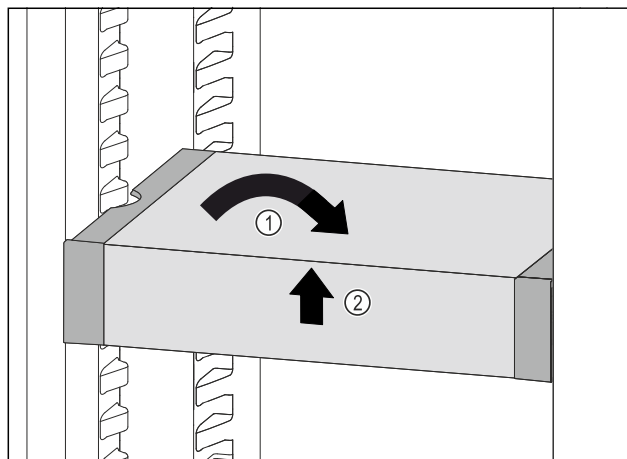

Fig. 70
- ▶ Collocare VarioSafe in maniera dritta. Fig. 70 (1)
- ▶ Sollevare VarioSafe dal lato anteriore. Fig. 70 (2)